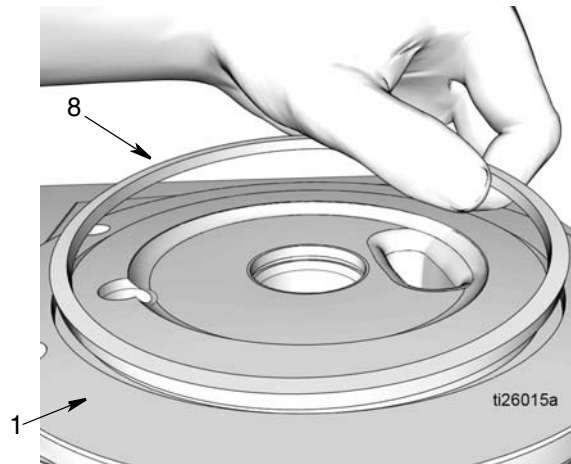

图 46
7. 在方 O 形圈 (8) 上抹上薄薄一层滑脂。
将方 O 形圈 (8) 安装在泵底座 (1) 的沟槽中，如图 46 所示。